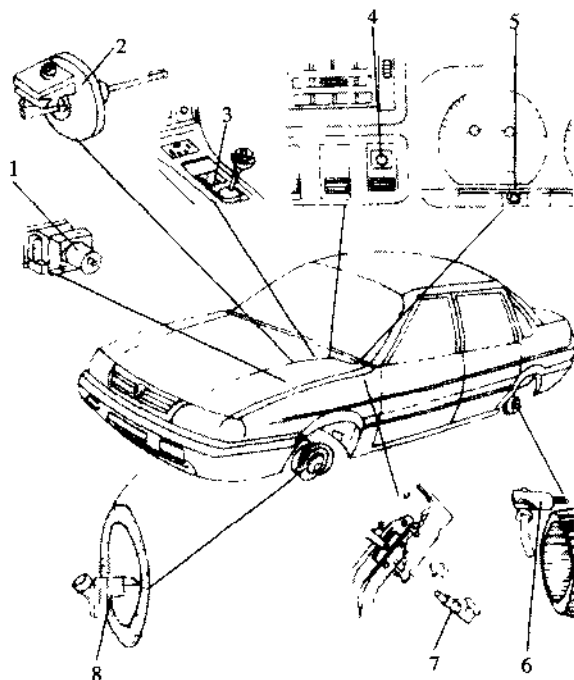

图 7.19 桑塔纳轿车 ABS 各元件安装位置
(1) 桑塔纳轿车 ABS 各元件的安装位置如图 7.19 所示。